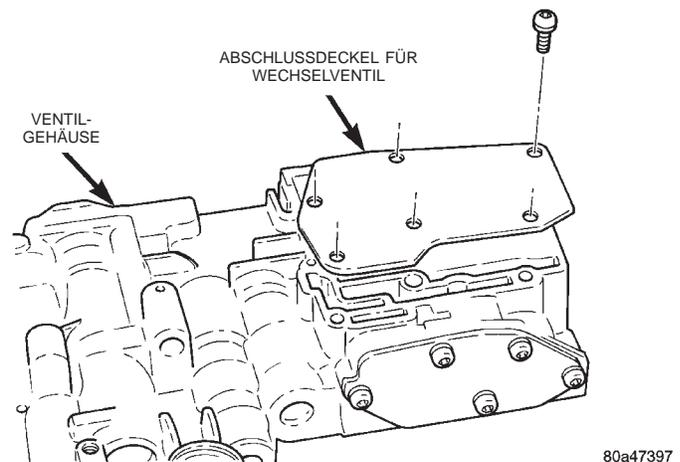

Abb. 55 Abschlußdeckel/Wechselventil
(20) Abschlußdeckel für Wechselventil am Ventilgehäuse ansetzen (Abb. 55).
(21) Die Schrauben eindrehen, mit denen der Wechselventil-Abschlußdeckel am Ventilgehäuse befestigt wird (Abb. 55).